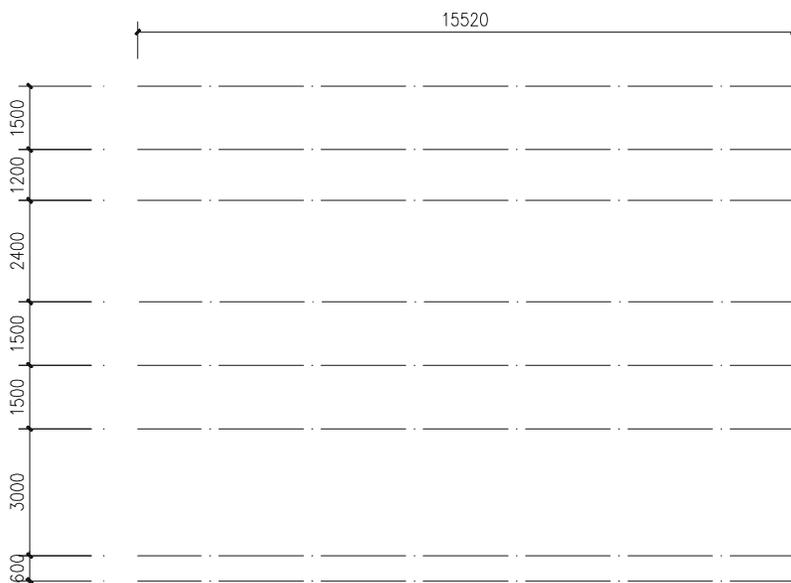

图 11-1-3
**STEP 04** 使用绘制直线命令 LINE 配合正交功能，绘制一条长为 15520 水平线，并使用偏移命令 OFFSET 将其分别依次向下偏移 1500、1200、2400、1500、1500、3000、600，如图 11-1-3 所示。